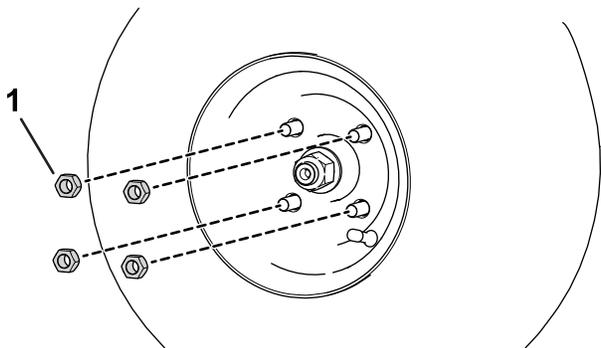

图 48
A. 松开并取下车轮螺母 图 48。
B. 安装车轮螺母 图 48。